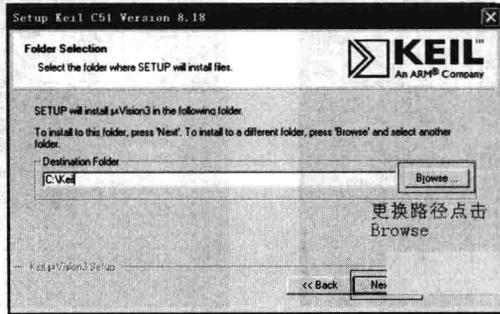

图 1.9 Keil 软件安装过程图 C
(3) 安装程序默认路径为 C:\Keil, 若想更改路径, 可以点击“Browse”按钮, 选择安装路径即可, 路径选中完成后, 单击“Next”按钮, 如图 1.9 所示。